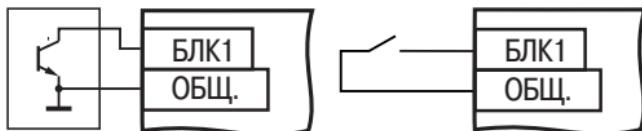

Рисунок 3.7
3.2.1.5 Сигнал «блокировка» запрещает запуск формирователя импульсов. При его снятии произойдет плавный выход на заданный уровень мощности со скоростью, задаваемой положением переключателя **DIP3**. В качестве источника сигнала «блокировка» могут применяться электронные устройства, имеющие на выходе сигнал TTL-уровня, транзистор *n*-*p*-*n*-типа с открытым коллекторным выходом или контакты кнопки, тумблера, геркона или реле (рисунок 3.7). Активный уровень сигнала «блокировка» – низкий. Всего в блоке два входа блокировки. Блок переходит в состояние «блокировка» при наличии активного сигнала хотя бы на одном из них.
- **Блокировка.** Блок переходит в это состояние из состояния **Работа** при подаче сигнала блокировки (см. рисунок 3.7). Это состояние длится до тех пор, пока сигнал не